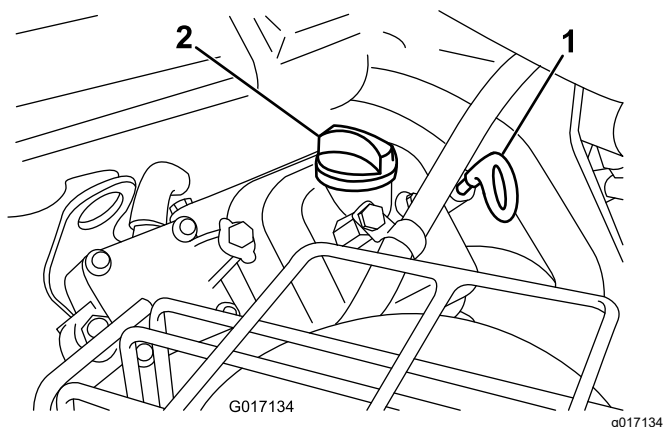

図 41
3. 補給口にディップスティックを差し込んでねじ部を最後まで締めこむ 図 41。